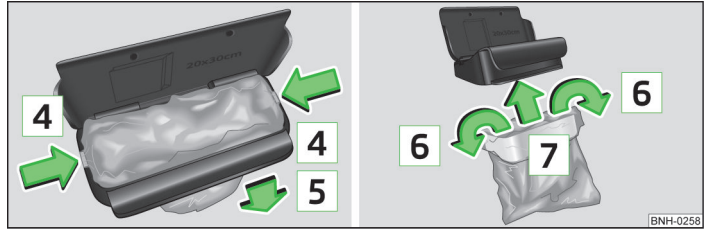

Abb. 51 Beutel ersetzen
- › Die beiden Rastnasen des Innenrahmens in Pfeilrichtung **4** » Abb. 51 vom Behälterkörper abdrücken.